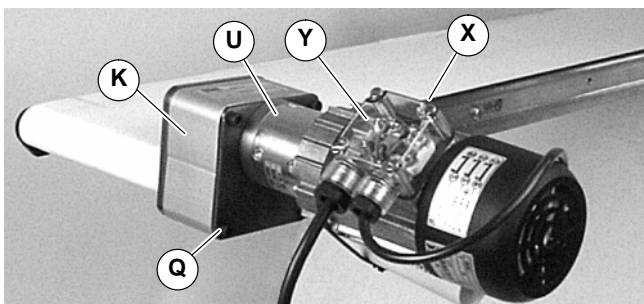

Abbildung 15
- a. Die Schrauben an dem Klemmenkasten (X siehe Abbildung 15) entfernen und Abdeckung (Y) abnehmen.
3. Vier (4) Schrauben (Q auf Abbildung 15) entfernen. Getriebemotor (U) und obere Abdeckung (K) entfernen.